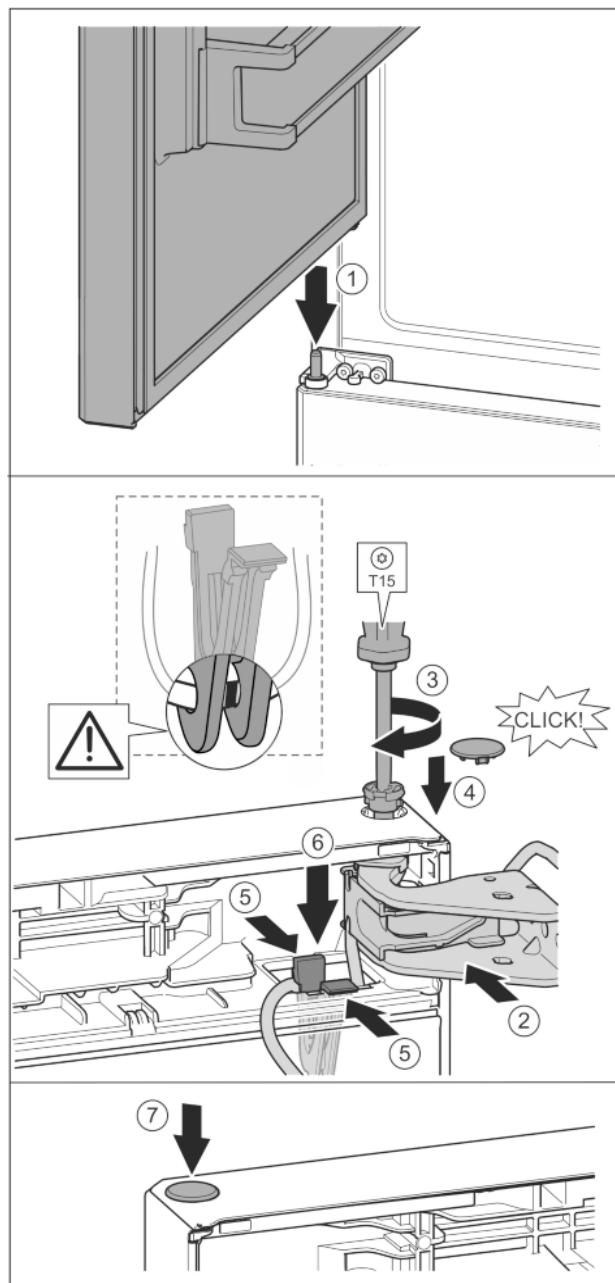

Fig. 41
- ▶ Поставете горната врата върху средния лагерен болт Fig. 41 (1)
- ▶ Регулирайте вратата горе спрямо отвора в лагерната стойка. Fig. 41 (2)
- ▶ Поставете болта и затегнете здраво с отвертка T15. Fig. 41 (3)
- ▶ Монтаж на предпазния капак за осигуряване на вратата: Поставете предпазния капак и проверете дали той е допрян до вратата. В противен случай поставете изцяло болта. Fig. 41 (4)
- ▶ Поставете държача със закрепения към него кабел в отвора. Fig. 41 (5)
- ▶ Натиснете държача надолу, докато езичето се фиксира. Fig. 41 (6)
- ▶ Поставете тапата. Fig. 41 (7)